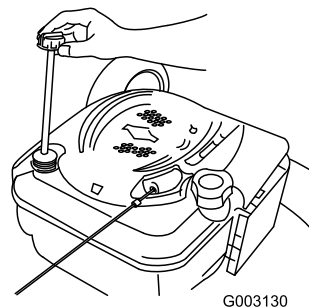

Figura 44
2. Retire la varilla (Figura 44).